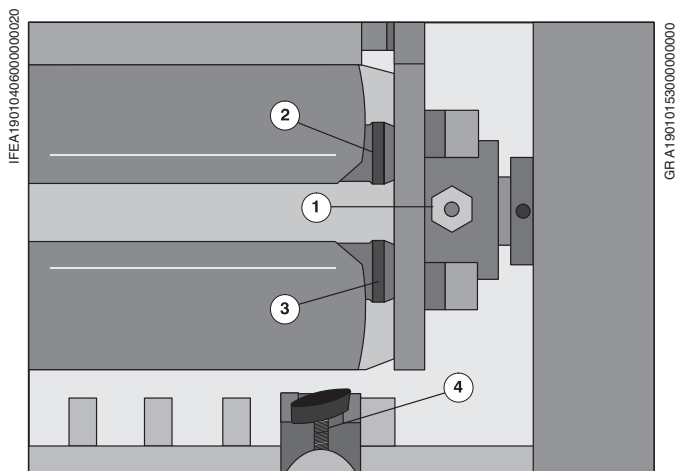

Рис. 23 Зажимные валы для офсетного полотна
- ❶ Открыть защитное ограждение печатной секции на стороне обслуживания и вставить кривошипную рукоятку.
- ❷ Открыть защитное ограждение над офсетным цилиндром.
- ❸ Вывести штангу с присосами в ее самую нижнюю позицию.
- ❹ Продвинуть тактовые ролики (Рис. 23/❹) в сторону привода и сторону обслуживания, чтобы предотвратить повреждение офсетного полотна.
- ❺ Поворачивать машину кривошипной рукояткой до тех пор, пока зажимные валы для офсетного полотна (Рис. 23/❷ и 23/❸) не будут смотреть в сторону самонаклада.
- ❻ Поворачивать шестигранный винт (Рис. 23/❶) торцовым ключом против часовой стрелки до тех пор, пока не станут видны зажимные шины в зажимном валу.